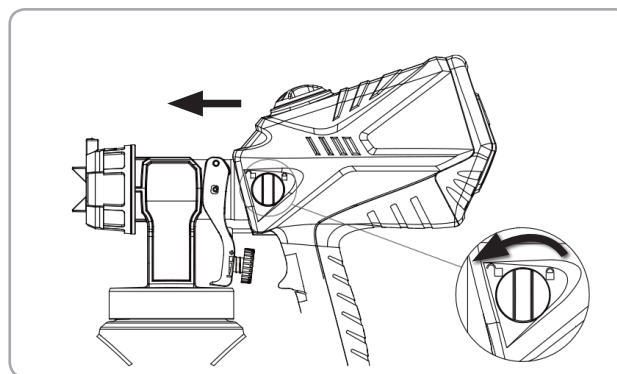

Fig.10
- Pentru a scoate accesoriul de pulverizare, rotiți butonul în punctul de deblocare, detașați accesoriul de pulverizare de corpul principal. Fig 10